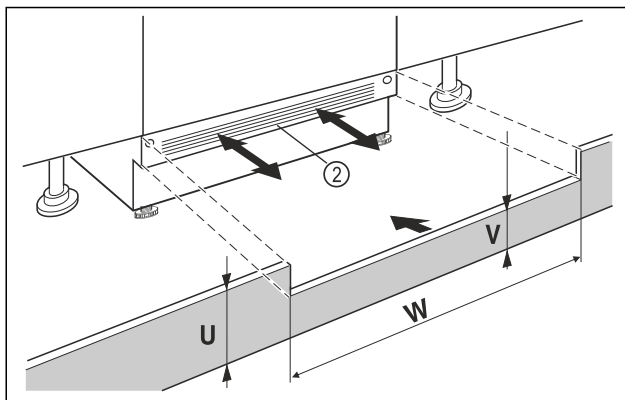

Fig. 12 Примерное изображение
- ▶ Установите цокольную панель устройства Fig. 12 (2), но еще не фиксируйте ее.
- ▶ Если цокольную панель Fig. 12 (2) видно, потяните её вперед настолько, пока передний край вентиляционной решетки не станет вровень с цокольной панелью мебели.
- ▶ Если цокольная панель Fig. 12 (2) скрыта, сдвиньте её назад как можно дальше.
- ▶ Вентиляционное отверстие должно быть полностью открытым: При необходимости следует подрезать цокольную панель мебели по высоте Fig. 12 (U)!
- ▶ Подгоните высоту перемычки Fig. 12 (W) по всей ширине ниши Fig. 12 (V) под цокольную панелью устройства Fig. 12 (2).